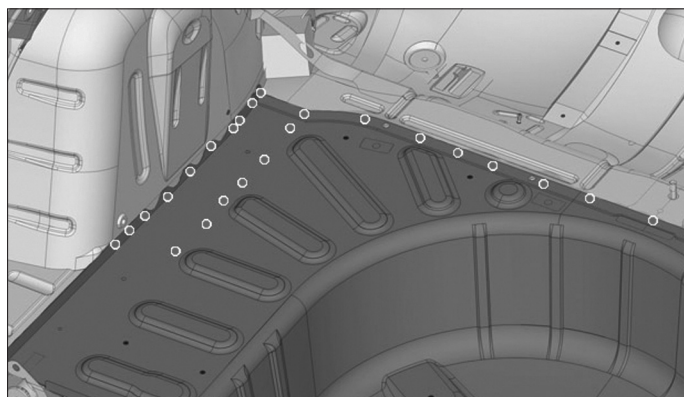
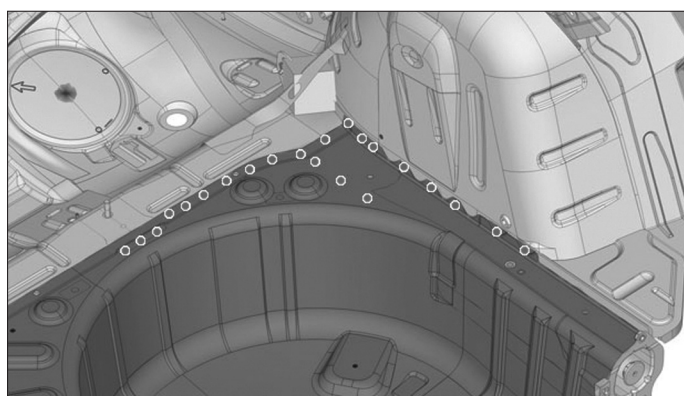

FIG. 204
FIG. 205
- Souder par points bouchons (Fig.204) et (Fig.205).